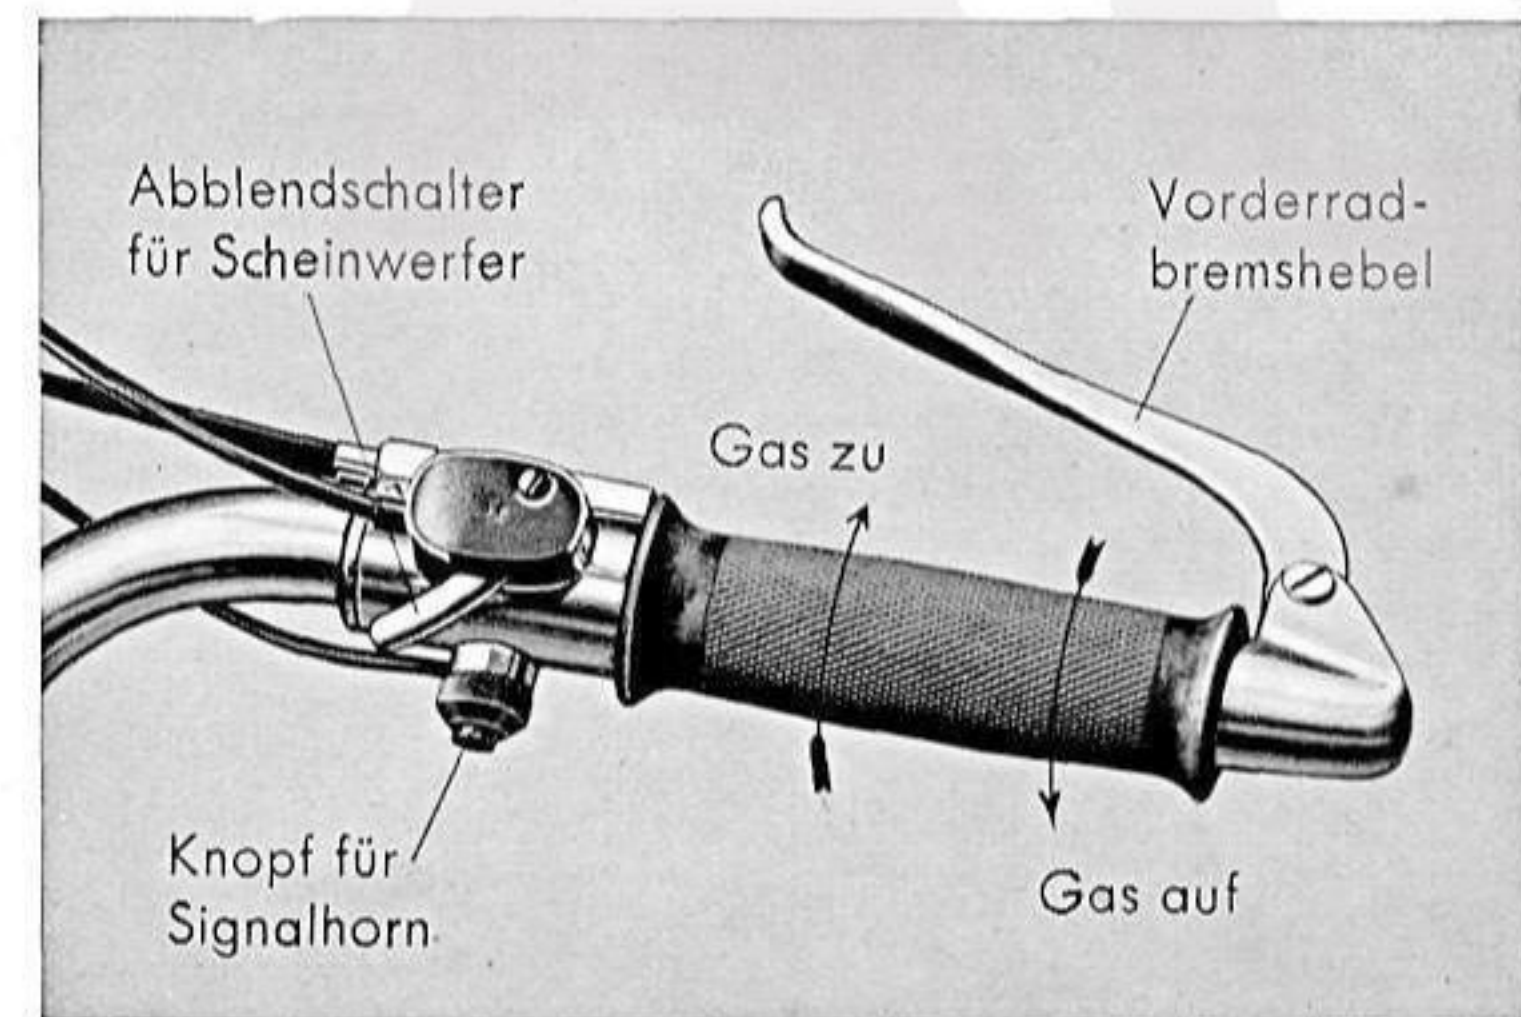

Abb. 3. Rechtes Lenkerende (Gasdrehgriff)
a) **Gasdrehgriff:** Der Drehgriff, der durch Bowdenkabel die Gasschieber der beiden Vergaser betätigt, öffnet durch Linksdrehung, also nach rückwärts und schließt durch Rechtsdrehung nach vorwärts (Abb. 3)